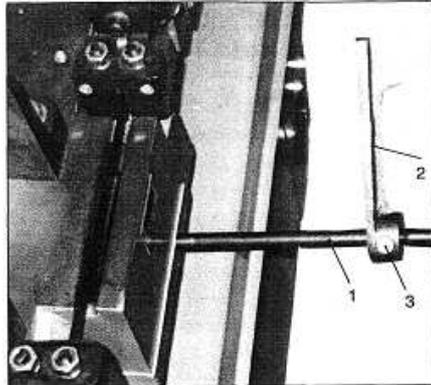

Fig.2
4. Glissez la barre d'arrêt du matériel (1, fig. 2) dans la base, puis sortez l'écrou et la rondelle pour serrer la barre (1). Faites glisser la butée du matériel (2) sur la barre et serrez le boulon (3).